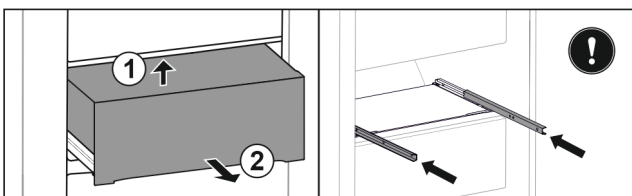

Fig. 135
- Lade van onderen achter optillen. Fig. 135 (1)
- Lade naar voren toe verwijderen. Fig. 135 (2)